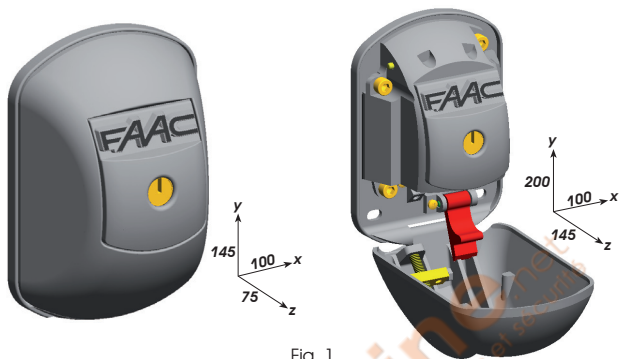

Fig. 1
1. Posizionare il dispositivo in prossimità dell'automazione da pilotare/sbloccare. Prestare attenzione agli ingombri del dispositivo riportati in Fig. 1;
- Position the device near the automated system to be piloted/released. Take into consideration the overall dimensions shown in Fig. 1;